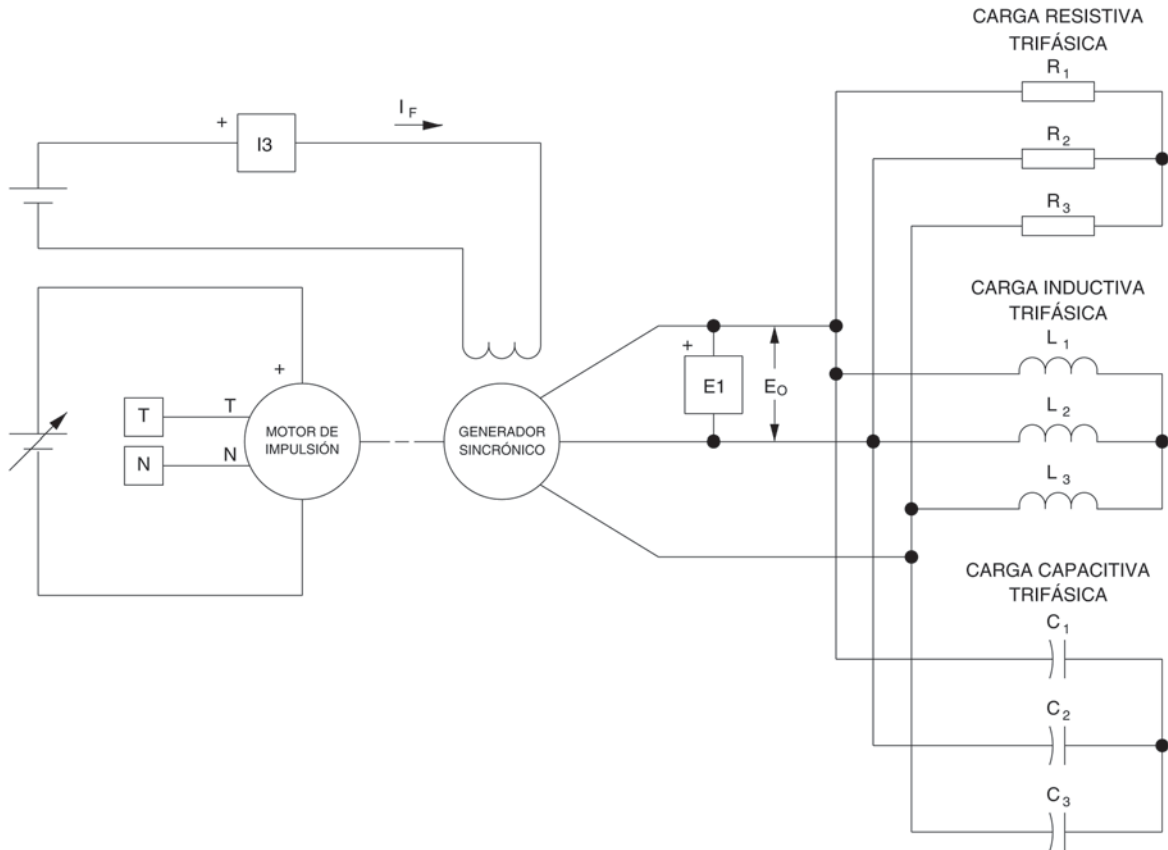

Figura 6-9. Generador sincrónico bajo carga acoplado al Motor de impulsión.
En la primera parte del ejercicio, usted montará el equipo en el Puesto de trabajo, lo conectará como lo muestra la Figura 6-9 y realizará los ajustes apropiados en el módulo Motor de impulsión / Dinamómetro.
- 5. Conecte el equipamiento como lo muestra la Figura 6-9. Abra todos los interruptores de los módulos Carga resistiva, Carga inductiva y Carga capacitiva.